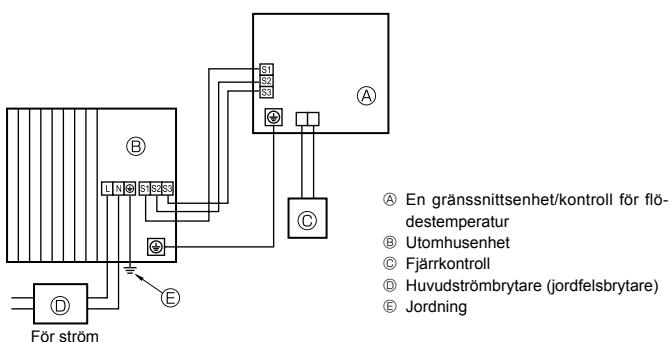
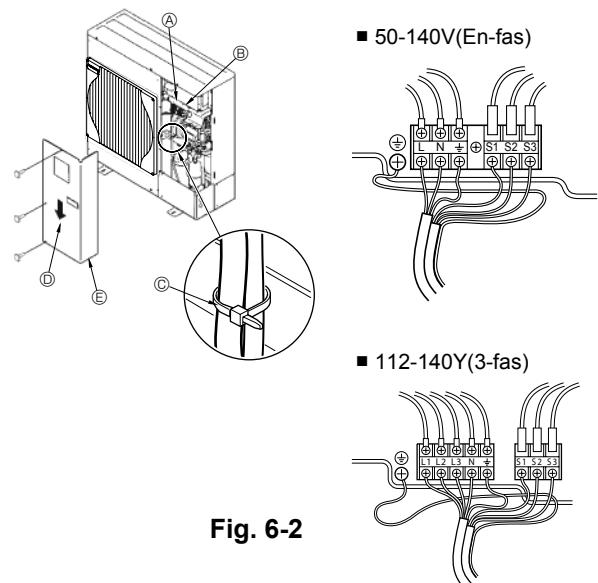

Fig. 6-1
Fig. 6-2
### 6.1. Utomhusenhet (Fig. 6-1, Fig. 6-2)
① Ta bort servicepanelen.
② Hänvisa till Fig. 6-1 och Fig. 6-2 när kablarna dras.